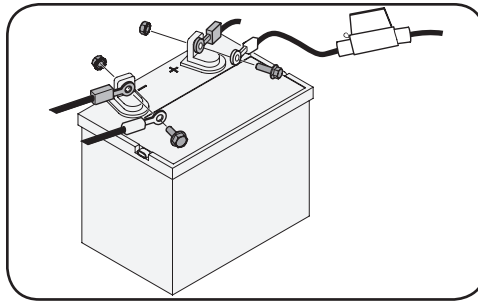

Figure 2-19
10. Connectez les clips du faisceau de la batterie aux bornes de la batterie. Retirez le couvercle plastique, s'il y a lieu, de la borne positive de la batterie et branchez le câble rouge à la borne positive puis branchez le câble noir à la borne négative. Consultez la Figure 2-19.